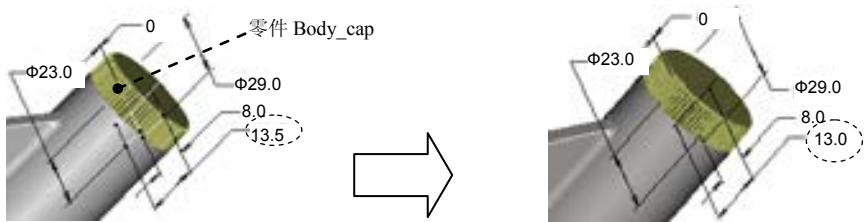

图 7.6.5 修改尺寸
在装配体 asm_exercise2.asm 中，如果要将零件 body_cap 中的尺寸 13.5 改成 13.0，如图 7.6.5 所示，操作方法如下。
Step1. 显示要修改的尺寸：在图 7.6.3 所示的模型树中，单击零件 BODY_CAP.PRT 中的“ 旋转 1”特征，然后右击，选择 **编辑(E)** 命令，系统即显示图 7.6.5 所示的该特征的尺寸。